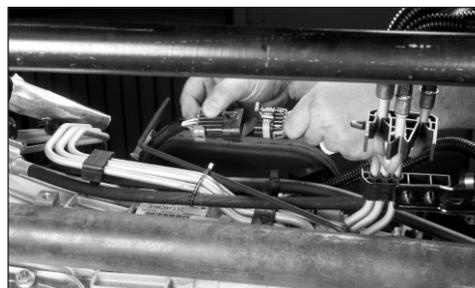

Fig. 18
20. Ubique el conector de la interfaz PTO upfitter GM que se encuentra en el lado izquierdo superior de la transmisión. Conecte el arnés de cableado (379895) proporcionado por Chelsea en el conector de la interfaz (Fig. 18).